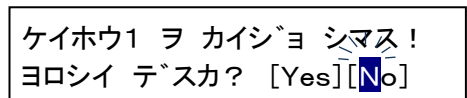

図 9-31 警報解除確認画面
- ・ 選択後、メニュースイッチを押すと図 9-31 のような確認画面が表示されます。UP/DOWN スイッチで [Yes] / [No] を選択し、メニュースイッチで確定します。